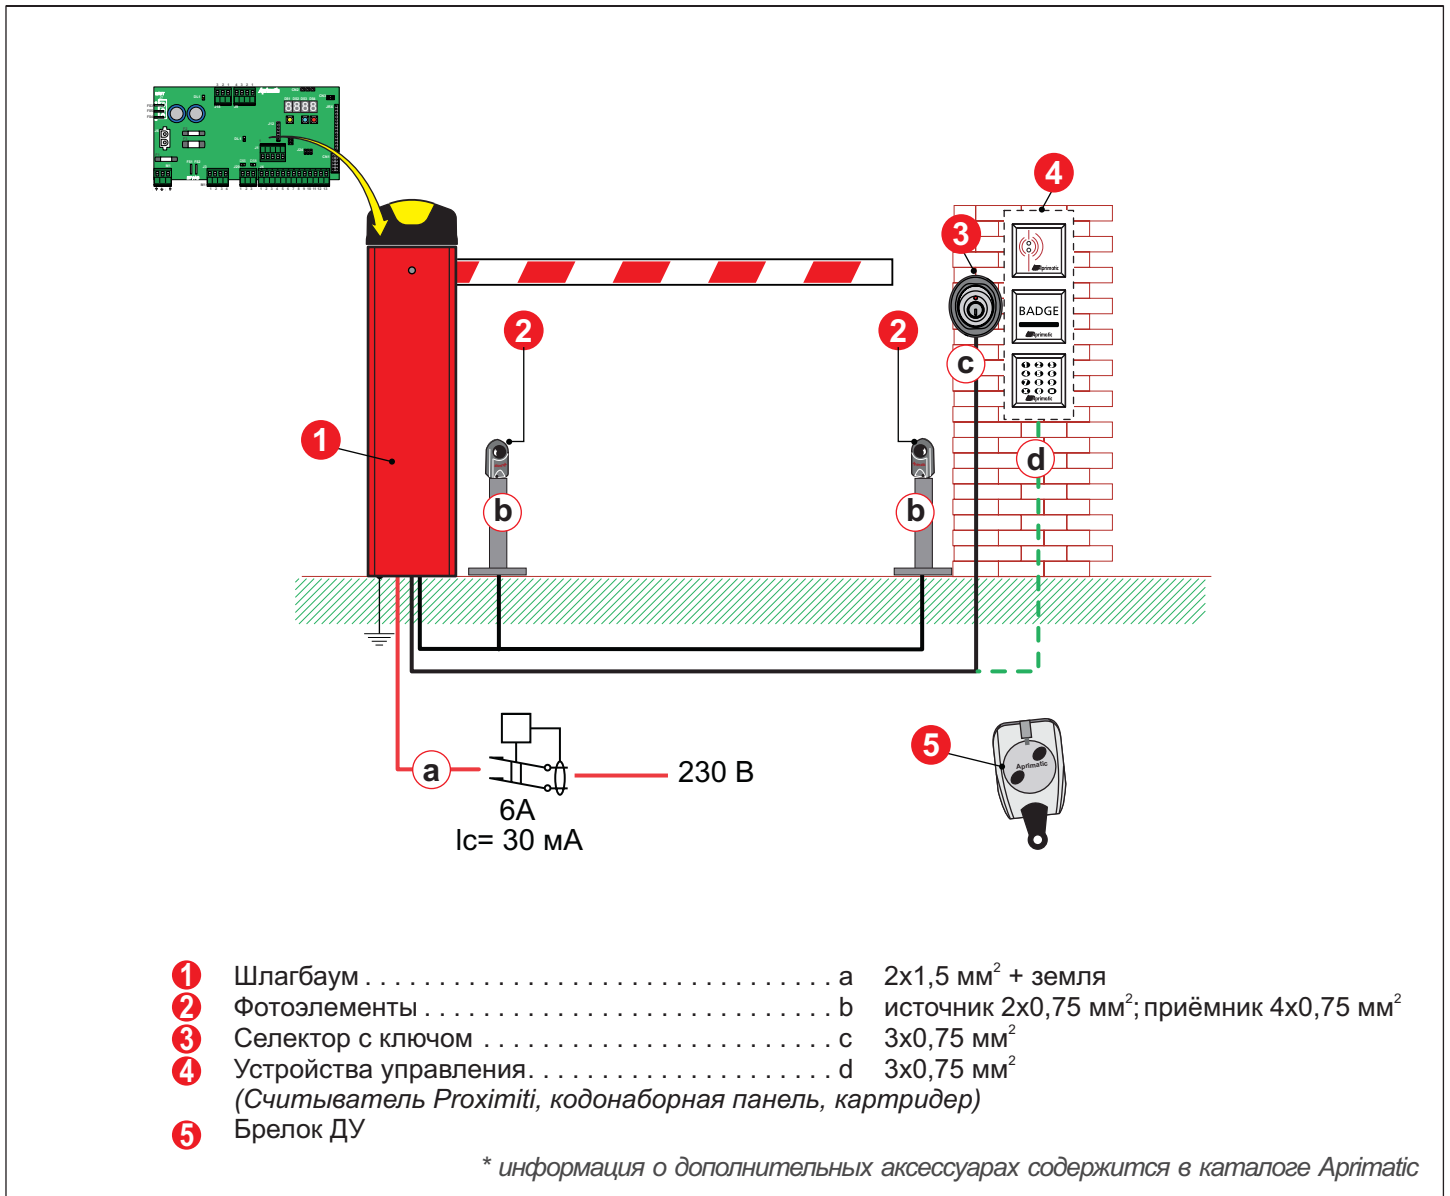

Рисунок 7 - диаграмма структуры электрической системы
- Подключение устройств управления и безопасности системы следует выполнять в соответствии с диаграммой на рис.7. Следуйте инструкциям, поставляемым в комплекте с каждым элементом системы. Для прокладки проводов необходимо подготовить подходящие кабельные каналы (внешние или скрытые).